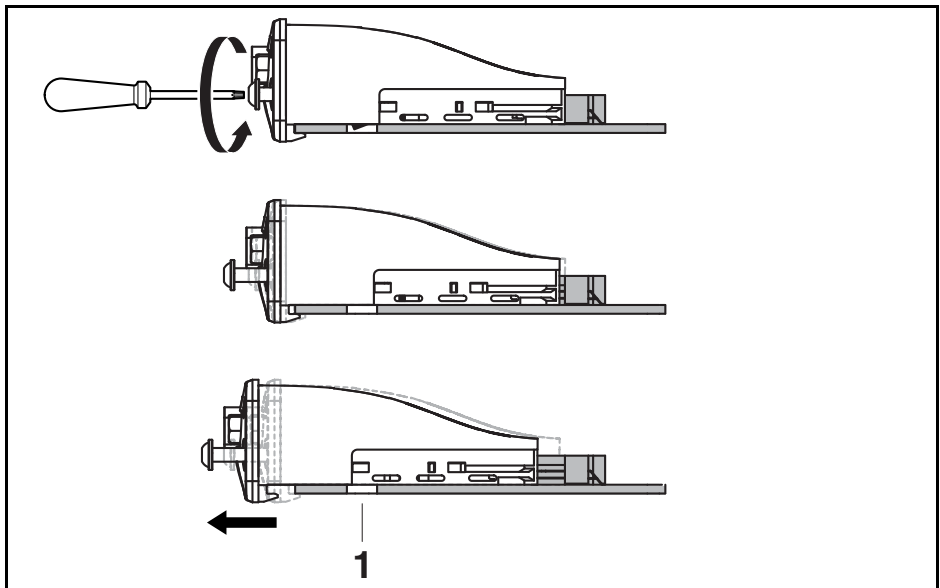

Abb. 4: Arretierung lösen
2. Frontseitige Torxschrauben lösen. Erst bei vollständig gelöster Arretierung (siehe Abb. 4) kann das Schnittstellenmodul IMenip2 herausgezogen werden.